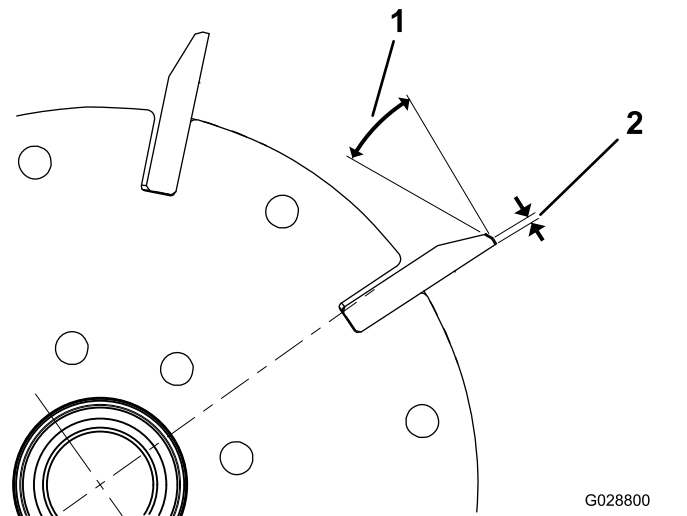

Bild 28
1. Tragen Sie einen Nachschliff von 30° auf alle Messerspindeln auf, bis die Kante 0,8 mm breit ist (Bild 28).